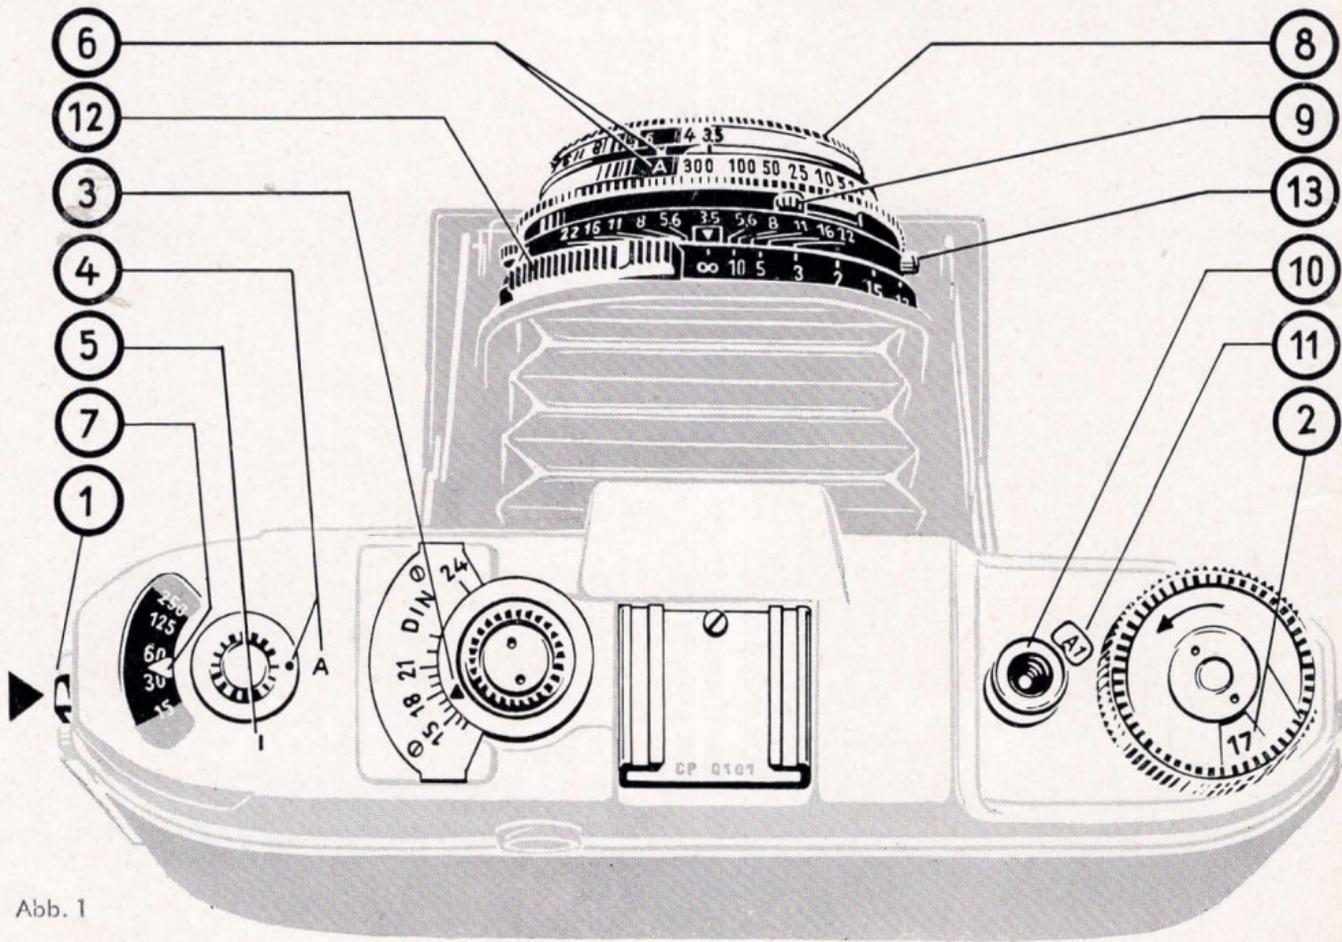

Abb. 1
**Einstellung:** Durch Druck auf den Rändelrand der beweglichen Innenscheibe (2) Abb. 1 läßt sich diese entgegen der Pfeilrichtung drehen, bis der Fensterausschnitt über der gewünschten Bezeichnung steht.
Ein Druck auf den Sperrknopf (1 Abb. 1 läßt den Laufboden mit dem Objektivträger in Aufnahmestellung gleiten. Zweckmäßig neigt man dabei die Vorderseite der Camera schräg nach unten.
bei Automatik: wie in Abb. 1 Punkt 6 kürzeste Zeit bzw grünes A neben grünen Punkt stellen;